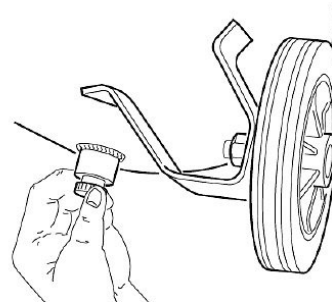

Abb. 7: Entwässerung
Schritt 2: Lassen Sie das Kondenswasser ab, indem Sie das Ventil öffnen, welches sich unter dem Behälter befindet (Abb. 7). Schließen Sie das Ventil wieder, sobald nur noch reine Luft, ohne Kondenswasser austritt. Für diese Arbeit sind Schutzhandschuhe zu tragen. Zum Auffangen des Kondenswassers empfiehlt es sich ein flaches Gefäß zu verwenden.